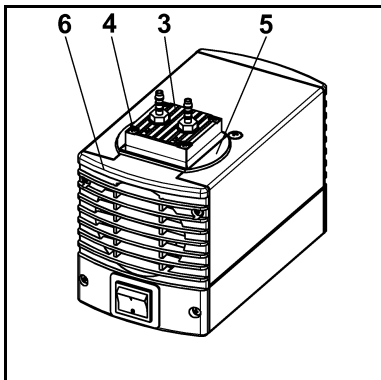
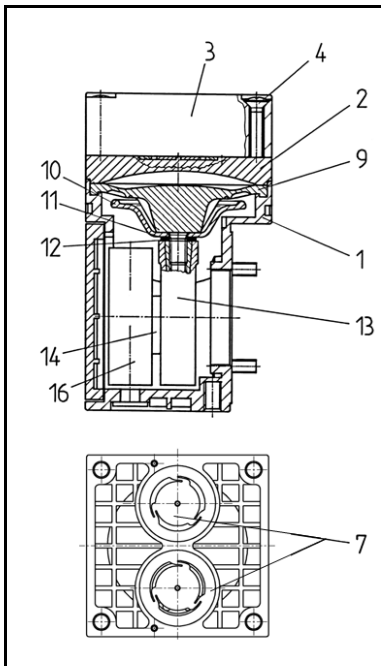

Abb. 5: Pumpenkopf abmontieren
Abb. 6: Pumpenkopf
1. Kopfdeckel (Abb. 5/3), Abdeckung (5) und Gehäusedeckel (6) mit einem durchgehenden Bleistiftstrich markieren. Damit lässt sich ausschließen, dass die Teile beim späteren Zusammenbau falsch montiert werden.
2. Die vier Kopfdeckelschrauben (4) lösen und den Kopfdeckel (3) zusammen mit der Abdeckung (5) vom Pumpengehäuse abnehmen.
3. Zwischenplatte (Abb. 6/2) und Gehäuse (1) durch einen durchgehenden Bleistiftstrich markieren.
4. Zwischenplatte (2) von Gehäuse (1) abnehmen.
1. Von der Zwischenplatte (Abb. 6/2) die Ventilplatten/Dichtungen (7) entfernen.
2. Ventilsitze, Zwischenplatte (2) und Kopfdeckel (3) auf Sauberkeit prüfen; bei Unebenheiten und Kratzern sind diese Teile zu ersetzen.
3. Die neuen Ventilplatten/Dichtungen (7) in die Ventilsitze der Zwischenplatte (2) einlegen; die Ventilplatten/Dichtungen für Druck- und Saugseite sind identisch, gleiches gilt für Ober- und Unterseite der Ventilplatten/Dichtungen.
4. Durch leichte horizontale Bewegung der Ventilplatten/Dichtungen (7) sicherstellen, dass diese nicht verspannt liegen.
1. Zwischenplatte (2) mit Ventilplatten/Dichtungen (7) entsprechend der Bleistiftmarkierung auf das Gehäuse setzen.
2. Kopfdeckel (3) zusammen mit der Abdeckung (Abb. 5/5) entsprechend der Markierung auf das Gehäuse (Abb. 6/1) setzen.
3. Durch leichte seitliche Bewegung des Kopfdeckels (3) dessen Zentrierung prüfen.
4. Schrauben (4) über Kreuz handfest anziehen.